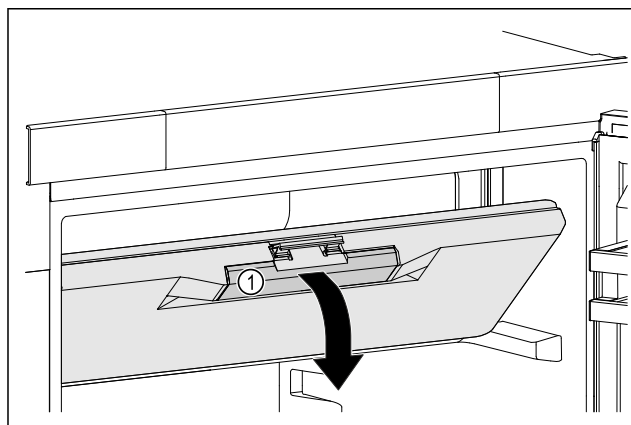

Fig. 48
- Gefrierfachtür an der Griffmulde Fig. 48 (1) anfassen.